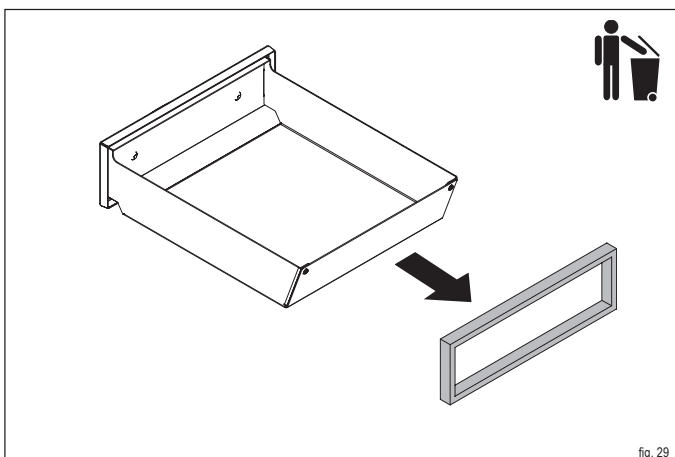

fig. 29
- ▶ Estrarre la vecchia guarnizione dalla guida e smaltirla tra i rifiuti (fig. 29).